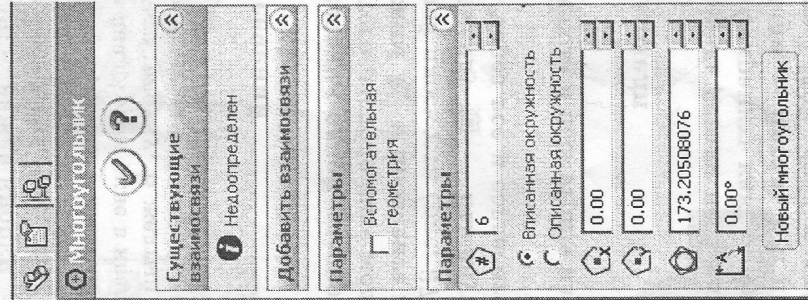

Рис. 34
- Войдите в режим эскиза, щелкнув мышкой по кнопке  — **Эскиз** (рис. 34).